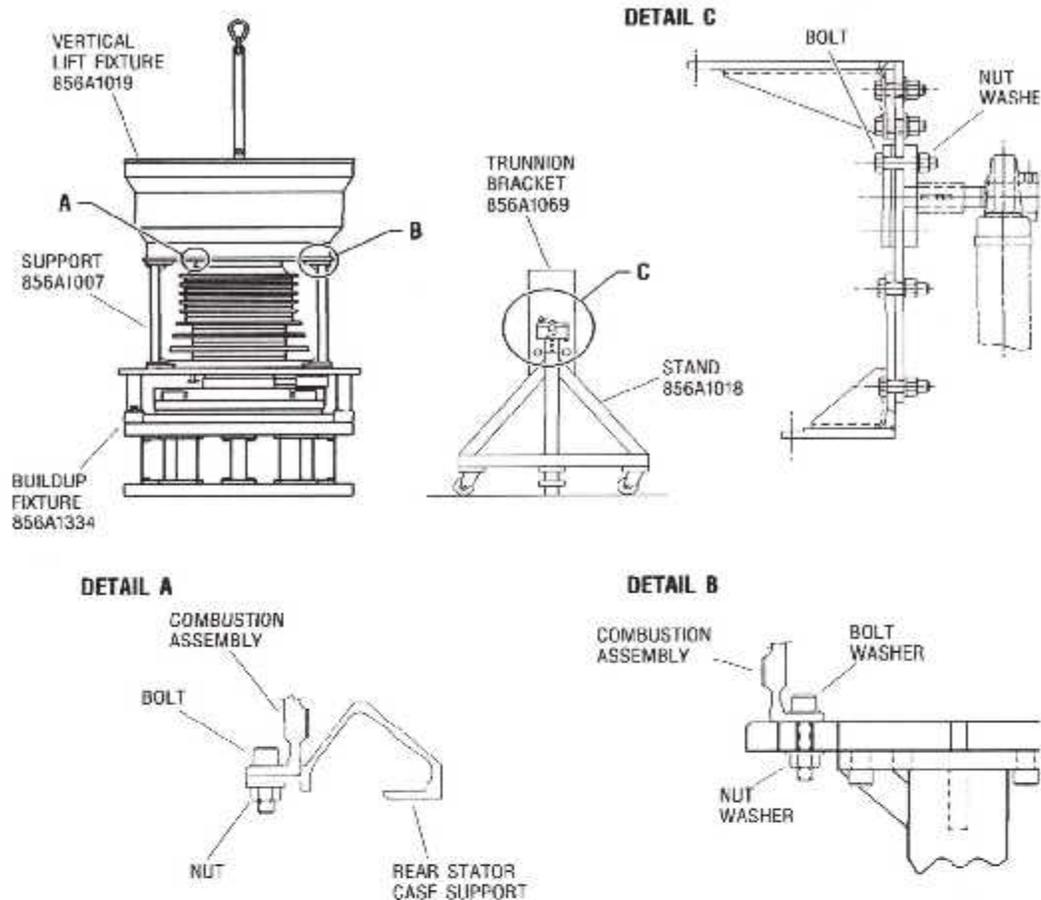

Fig. III. 77 : Dépose de l'Ensemble Combustion.
2. On dépose l'ensemble de combustion (fig. III. 77).comme suit :